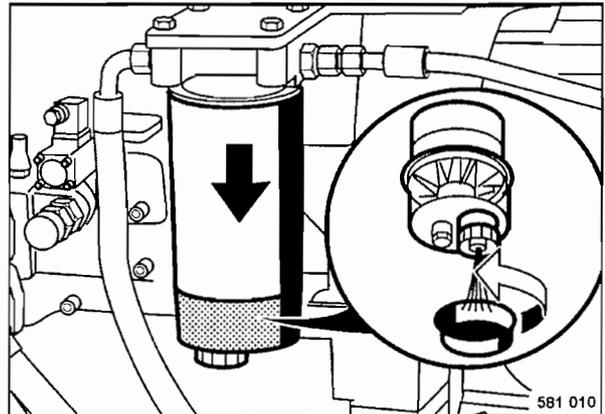

Fig. 57
- Soltar el tornillo de descarga (Fig. 57) por algunas vueltas y recoger el combustible / agua saliendo.